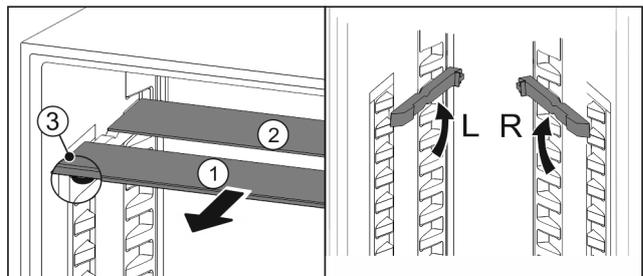

Fig. 33
- ▶ Glasplatten einzeln nach vorne herausziehen Fig. 33 (1).
- ▷ Glasplatte Fig. 33 (1) mit Zierleiste liegt vorne.
- ▷ Stopps Fig. 33 (3) zeigen nach unten.